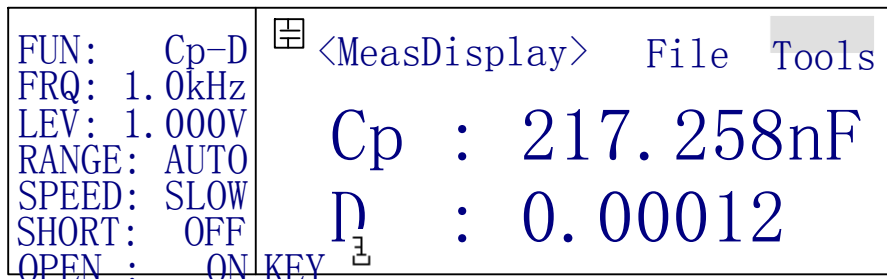

图 4-10 键盘锁定后的软键显示
- **KEY**  键盘锁功能软键。按下软键, 键盘将被锁定, 页面上同时显示键盘被锁定的信息 “KeyLocked!”, 页面显示如图 4-10。批量测试及在机械分选系统中, 通过键盘锁定, 可防止已设定参数及状态被无意修改。